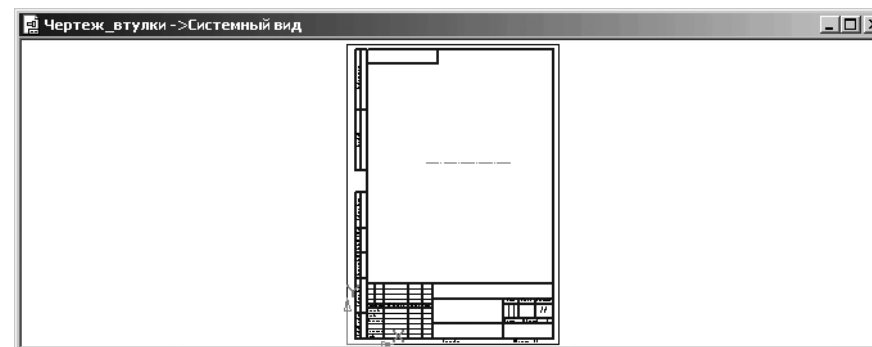

Рис. 4.65. Результат построения осевой линии втулки по двум точкам
- введите в поле **Угол** значение 0 (градусов), а затем нажмите клавишу **Enter**. Построится осевая линия втулки по двум точкам (рис. 4.65);